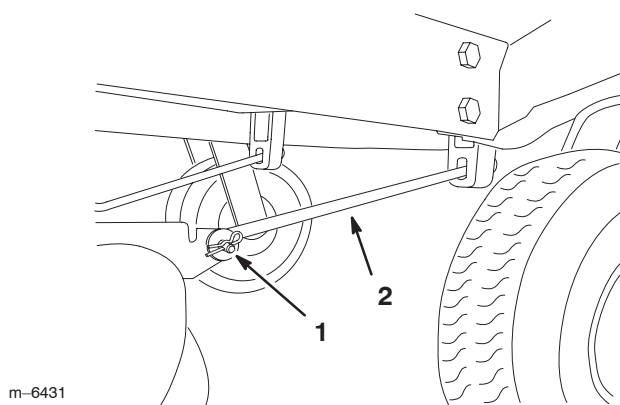

Figure 43
Remarque : Après avoir réglé les écrous de réglage, vérifiez qu'**aucune** des tige de support ne présente de **jeu** (Fig. 43). Serrez l'une ou l'autre pour supprimer le jeu (Fig. 41).
4. Retirez la goupille fendue et l'axe de chape de la tige de support avant de chaque côté du plateau de coupe (Fig. 43).
7. Fixez les tiges de support avant à la machine à l'aide des axes de chape et des goupilles fendues (Fig. 43).